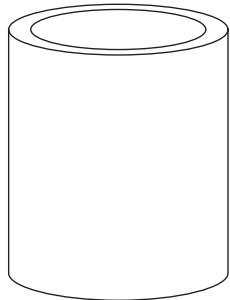

Figure 3: Accessoire de sertissage Qualcrimp
■ Afbeelding 3: Qualcrimp krimpaccessoire
■ Abbildung 3: Qualcrimp Crimp-Zubehör